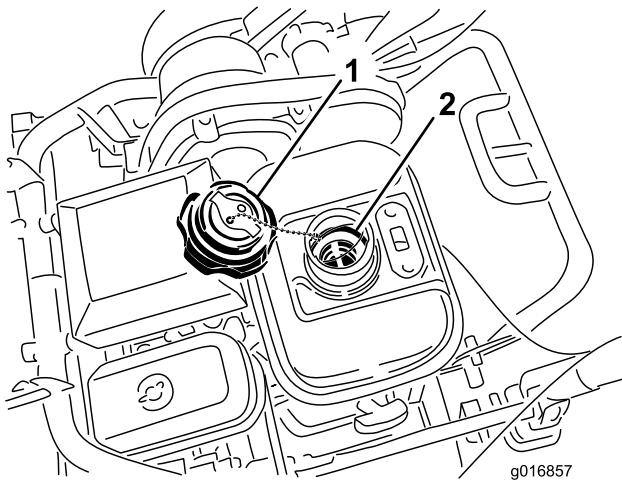

Figura 37
4. Desaperte e retire o recipiente do combustível do depósito do combustível (Figura 37).